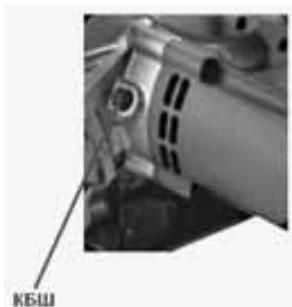

Рисунок 3
- Нажмите кнопку блокировки шпинделя (кнопка КБШ (смотрите рисунок 3) расположена на корпусе двигателя) и заблокируйте шпиндель. Затем снимите крепежный болт пильного диска с помощью торцевого гаечного ключа, входящего в комплект поставки.